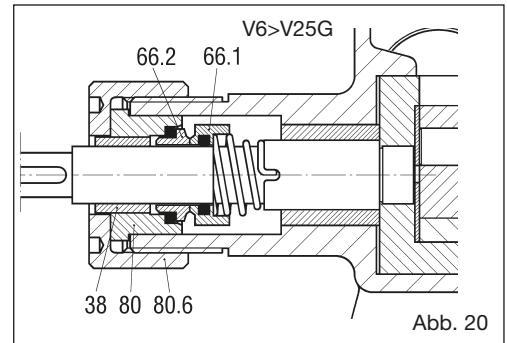
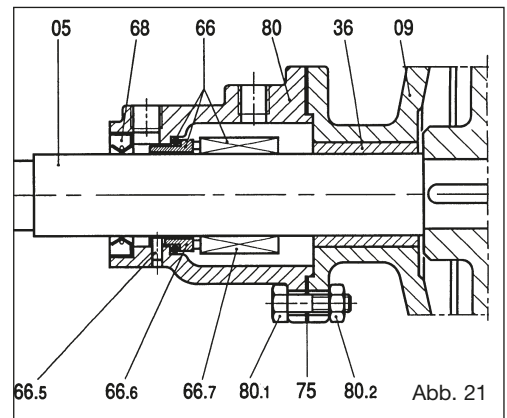
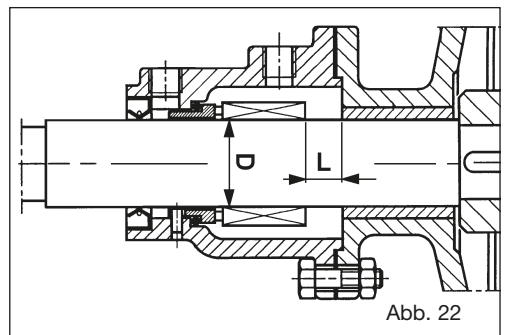

Abb. 20
Abb. 21
Abb. 22
- ❑ Die Feder (41) in den Sitz einsetzen und in Welle mit einer Presse in den Rotor zwingen. Die Feder (42) nicht montieren.
- ❑ Die Welle (05) mit der Baugruppe Flansch-Halterung (09), der Packungshalterung oder der Dichtungshalterung (80) und der Halterung zusammenbauen. Dieser Arbeitsschritt ist einfach, wenn die Pumpe vertikal mit aufliegendem Rotor positioniert wird.
12.4 Einbau der mechanischen Dichtung ST5, ST6 Pumpen aus Guss von V6 bis V25 (Abb. 20)
- ❑ Die Dichtungshalterung (80) mit dem montierten stationären Teil (66.2) einsetzen.
12.5 Montage einfache mechanische Dichtung ST4, ST5, ST6 (Abb. 21)
- ❑ Die Baugruppe Flansch-Halterung (09) einsetzen.
Anm.: die Tabelle gibt den Durchmesser D der Welle und den Abstand L zwischen der Dichtung (66) und der Baugruppe Flansch-Halterung (09) an, wenn diese nicht blockiert ist, sondern auf der Rückseite des Rotors aufliegt (Abb. 22).
- ❑ Den festen Teil (66.6) sorgfältig in der Dichtungshalterung (80) montieren.
- ❑ Die Dichtungslippe (68) in der Dichtungshalterung (80) montieren.